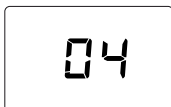

fig. 5- Pornire / Versiune software
- În timpul primelor 5 secunde, pe afișaj apare versiunea software a cartei (fig. 5).